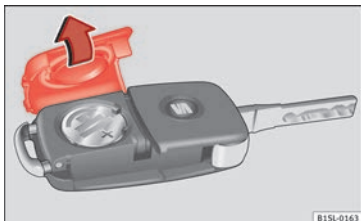

Abb. 42 Fahrzeugschlüssel: Deckel für Batteriefach.
Die Batterie befindet sich auf der Rückseite des Fahrzeugschlüssels unter einer Abdeckung » **Abb. 42**.
- Abdeckung auf der Rückseite des Fahrzeugschlüssels » **Abb. 42** in Pfeilrichtung abnehmen » **!**.
- Abdeckung wie gezeigt ansetzen » **Abb. 42** und entgegen der Pfeilrichtung auf das Fahrzeugschlüsselgehäuse drücken bis sie einrastet.